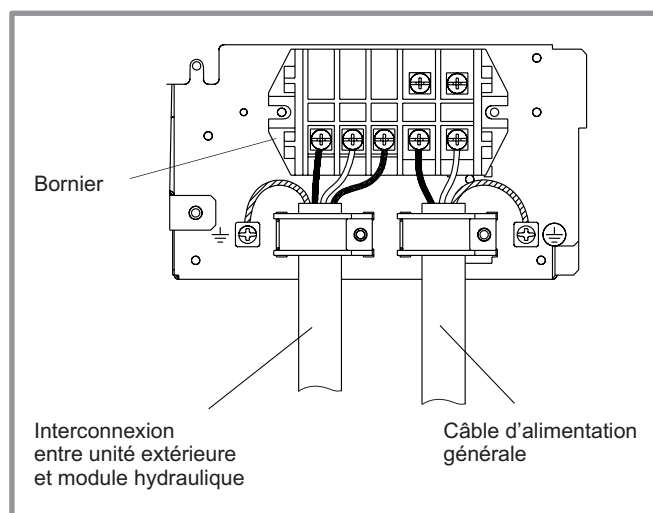

figure 32 - Connexions au bornier de l'unité extérieure
- Effectuer les raccordements suivant le schéma (figure 32).